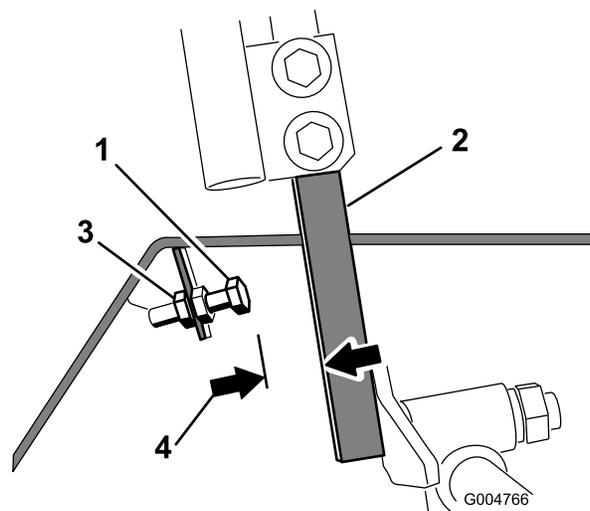

Рисунок 54
4. Ослабьте контргайку на упорном болте рычага управления (**Рисунок 54**).